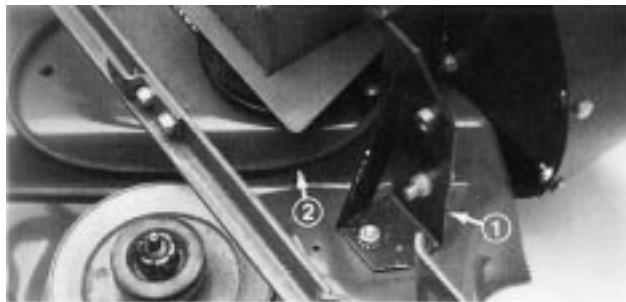

Abbildung 9
- 18.** Lüfter und Haltebügel wieder am Mäherdeck anbringen und dabei die Montagebohrungen ausrichten. Den Riemen um die Lüfterriemenscheibe legen, bevor der Lüfter am Mäherdeck befestigt wird. Hinteren Bügel und hinteres Ablenkblech mit (2) 5/16 x 5/8" (16 mm)-Schloßschrauben und 5/16"-Sicherungsmuttern am Mäherdeck befestigen (Abb. 9).